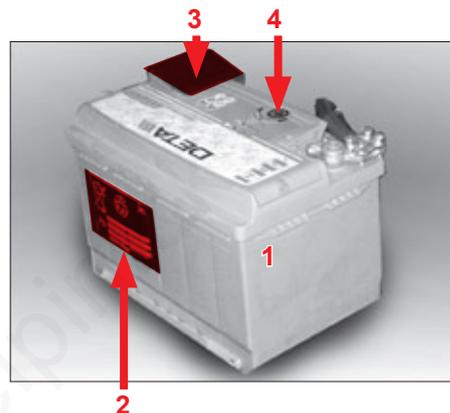

Fig. 124
Vær opmærksom på driftsvejledningen til batteriet. Batteriets driftsvejledning sidder på siden af batteriet (pos. 2, fig. 124).
- Sørg for, at pluspolens afdækning altid sidder på og er lukket pos. 3 (fig. 124).
- Vær opmærksom på batteriets kontrol-indikator. Batteriets kontrol-indikator befinder sig øverst på batteriet (pos. 4, fig. 124):